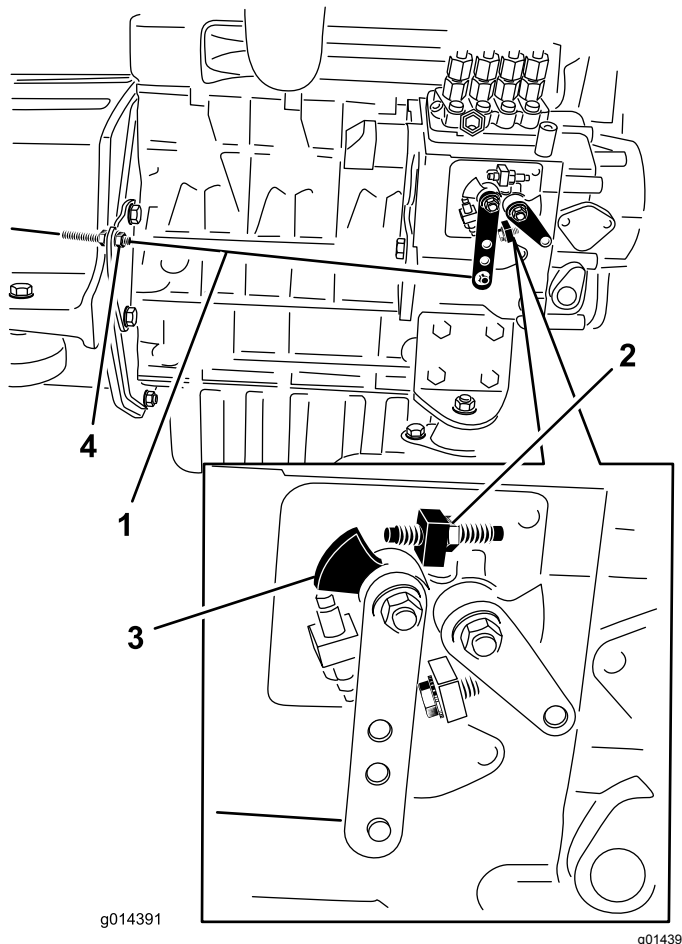

Рисунок 34
2. Проверьте положение рычага регулировки скорости на насосе для впрыска топлива. Когда рычаг дроссельной заслонки находится в положении БЫСТРО (фиксированном), рычаг регулировки скорости должен касаться винта высоких оборотов (Рисунок 34).
3. При необходимости отрегулируйте положение контргаек тросика дроссельной заслонки так, чтобы рычаг регулировки скорости касался винта высоких оборотов, когда рычаг дроссельной заслонки находится в положении БЫСТРО (фиксированном) (Рисунок 34).